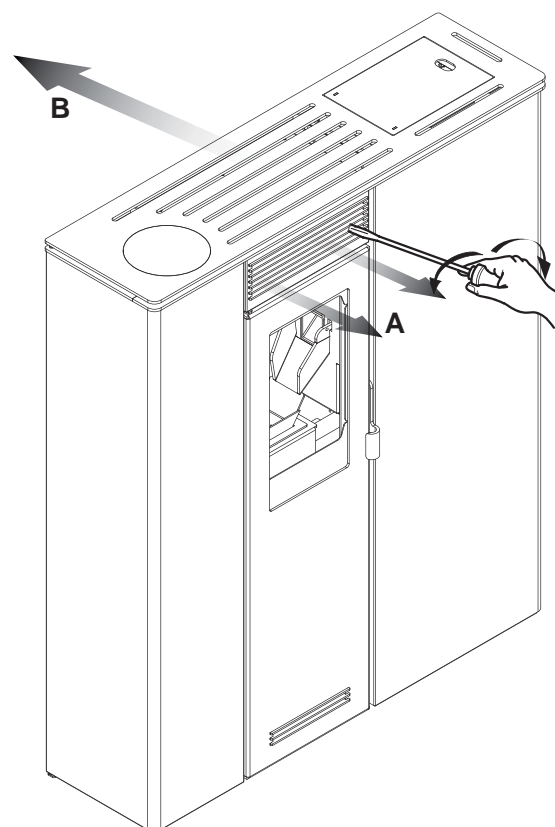

Fig. 13
Une est celle de chauffage de la pièce où est installé le poêle Fig.13 (A), via les grilles frontales ou supérieures (selon le modèle). L'autre est celle qui permet de chauffer aussi des pièces distantes du poêle Fig.13 (B) en prédisposant une canalisation d'acheminement du flux d'air.